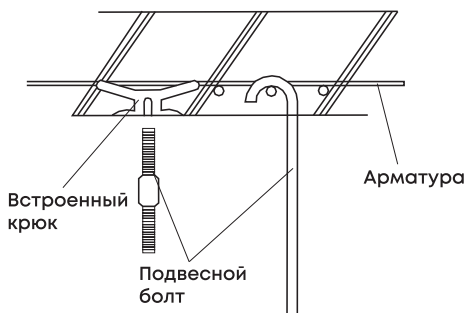

Рис. 41.
- Закрепите подвесные болты к основанию, как показано на рис. 41.